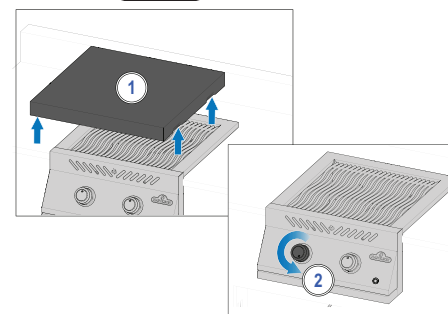

Fig. 2
5. Le brûleur ne s'allume pas - tourner le bouton de commande du brûleur dans le sens des aiguilles d'une montre jusqu'à la position OFF. Attendez 5 minutes. Répétez l'étape 3 et 4. (Fig. 2)
4. Le brûleur ne s'allume pas - tourner le bouton de commande du brûleur dans le sens des aiguilles d'une montre jusqu'à ce que la position OFF. Attendez 5 minutes. Répétez l'étape 2 et 3. (Fig. 2)